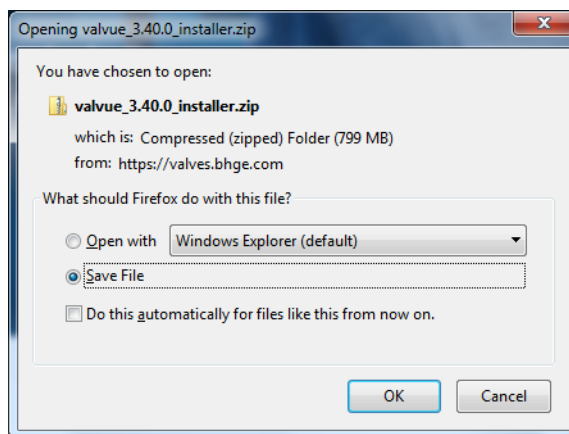

Figura 9 - Apertura della finestra di dialogo
2. Fare clic su **Download** (scarica) sotto *ValVue Installer Download* (scarica programma di installazione ValVue) e comparirà la Figura 9.